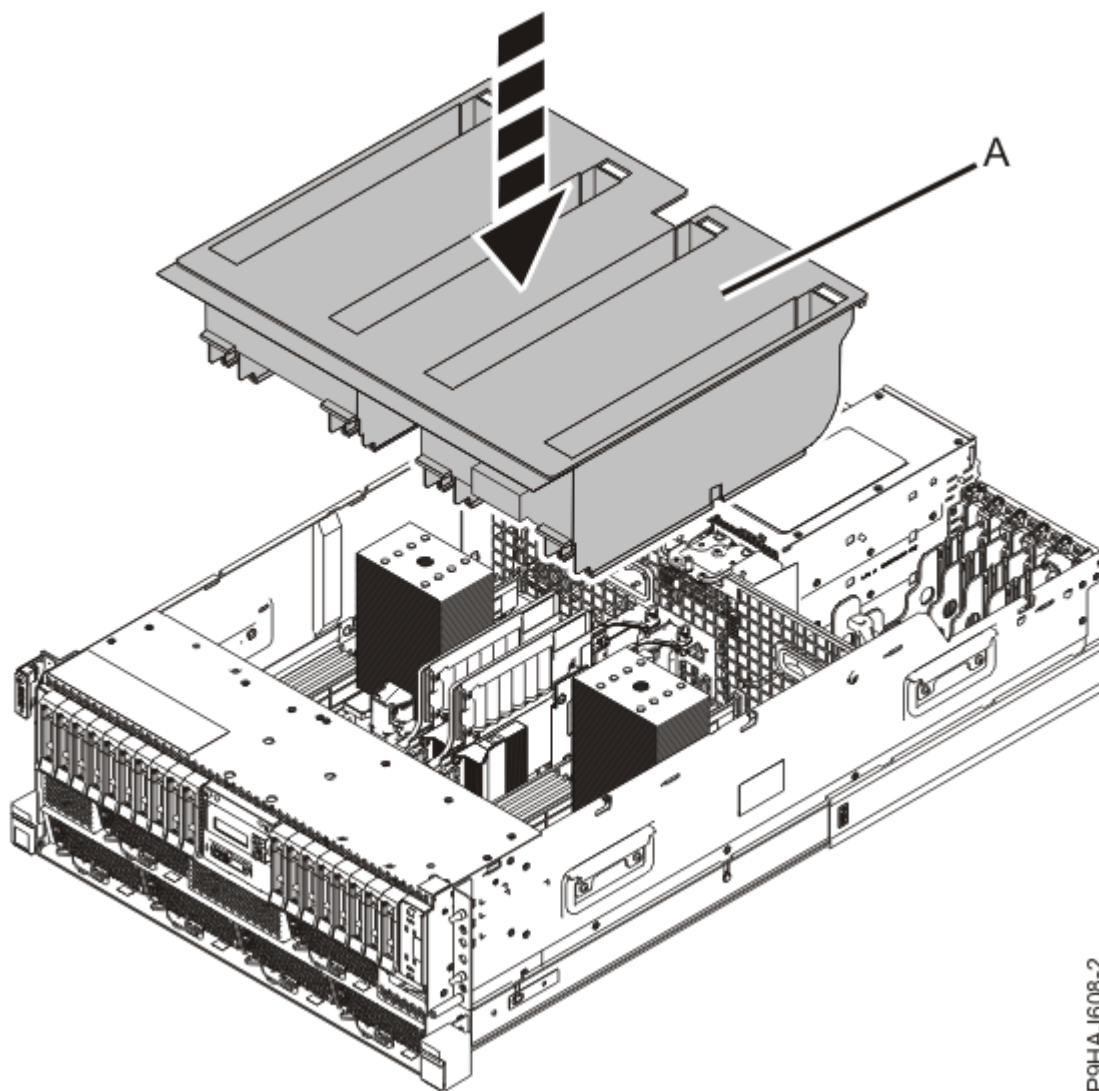

Figure 12. Remise en place de la grille d'aération sur un système monté en armoire
9. Pour un système monté en armoire, remettez en place la grille d'aération **(A)** directement dans le châssis, comme illustré dans la Figure 12, à la page 15.